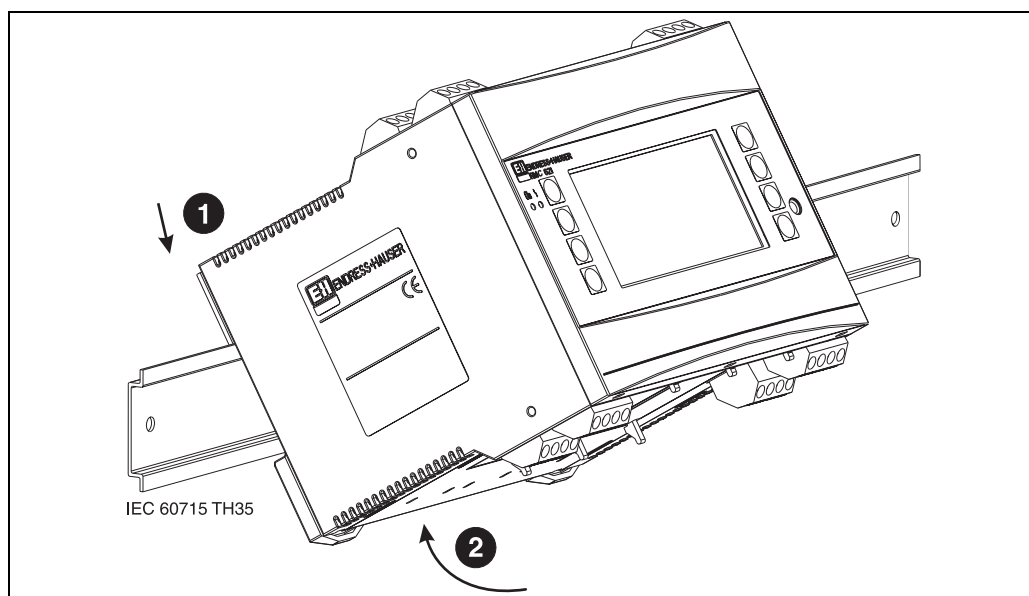

Fig. 4: Installazione del dispositivo su rotaia
Rimuovere innanzitutto i terminali ad innesto dalla custodia del dispositivo. Far scivolare quindi la custodia sulla rotaia, agganciando il dispositivo alla guida e bloccandolo con una leggera pressione verso il basso (v. Fig. 4, pos. 1 e 2).